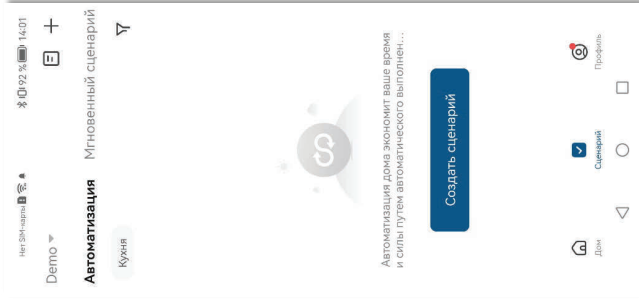

Рисунок 13.
- 1) На вкладке «**Сценарии**» приложения Gidrolock (Smart Life) нажмите кнопку «**Создать сценарий**» (рис. 13).